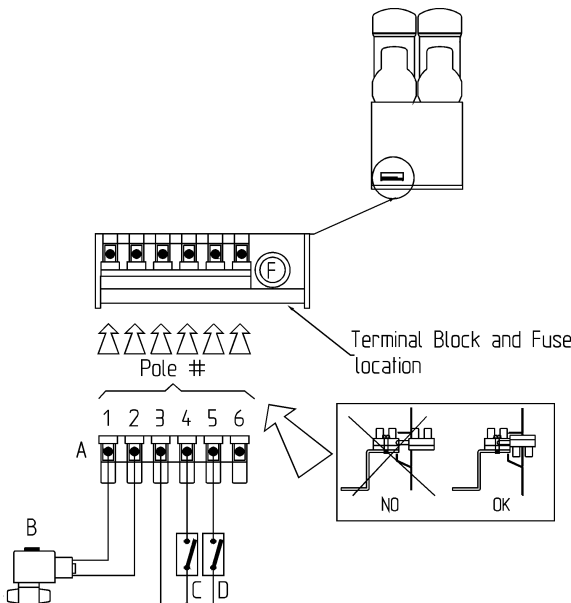

figura 1
- 2 - Nella parte bassa del pannello posteriore è alloggiata una morsettiera a 6 poli. Questa permette la connessione elettrica di alcuni accessori quali un elettrovalvola di sicurezza per l’acqua in ingresso o una serie di sensori di fine prodotto (vedere figura 1).
Se nel sistema di alimentazione sono installati i sensori di fine prodotto, connettere i loro terminali ai poli #3 e #4, per i distributori ad un contenitore, ai poli #3, #4 e #5, per quelli a 2 contenitori e ai poli #3, #4, #5 e #6, per quelli a 3 contenitori, della morsettiera a 6 poli (vedere figura 1).
fine prodotto è stato installato e collegato alla morsettiera (vedere figura 1).